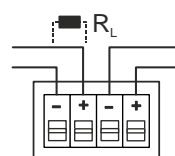

Fig. 6
2. Connect the feed line to the terminals in the switching unit (Fig. 6 and 7) in accordance with the connection diagram.
2. Schließen Sie die Zuleitung gemäß Anschlussschema an die Klemmen im Schaltungseinsatz an (Fig. 6 und 7).